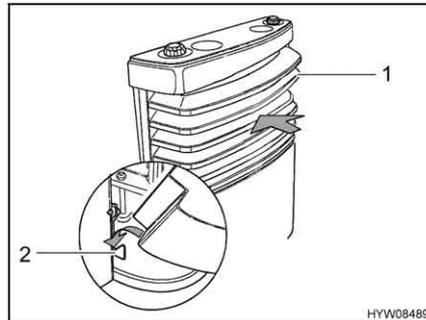

Fig. 139 Revestimiento de la calefacción, apoyos inferiores
- Montar el revestimiento de la calefacción. Para ello, colocar el revestimiento de la calefacción (Fig. 139,1) en los apoyos inferiores (Fig. 139,2).